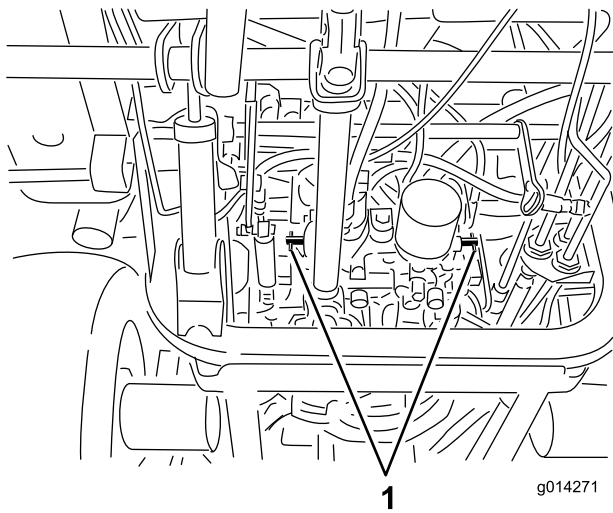

Figura 28
4. Rode cada válvula de derivação no sentido contrário aos ponteiros do relógio 1 volta (Figura 28).
Rode cada válvula de derivação 1 volta no sentido dos ponteiros do relógio e aperte-as à mão (aperte cerca de 8 Nm) (Figura 28).